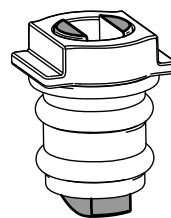

Figure 7
10. Insérez la bille dans le corps de la vanne (Figure 7).